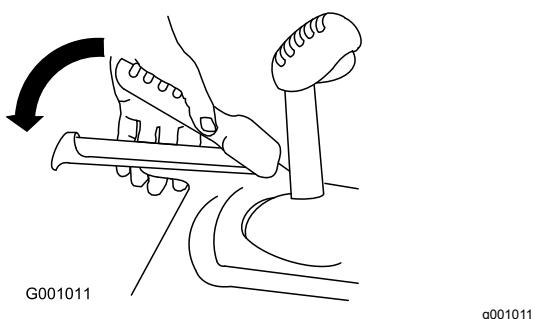

Рисунок 18
1. Для включения привода тяги прижмите левый рычаг (тяги) к рукоятке (Рисунок 18).